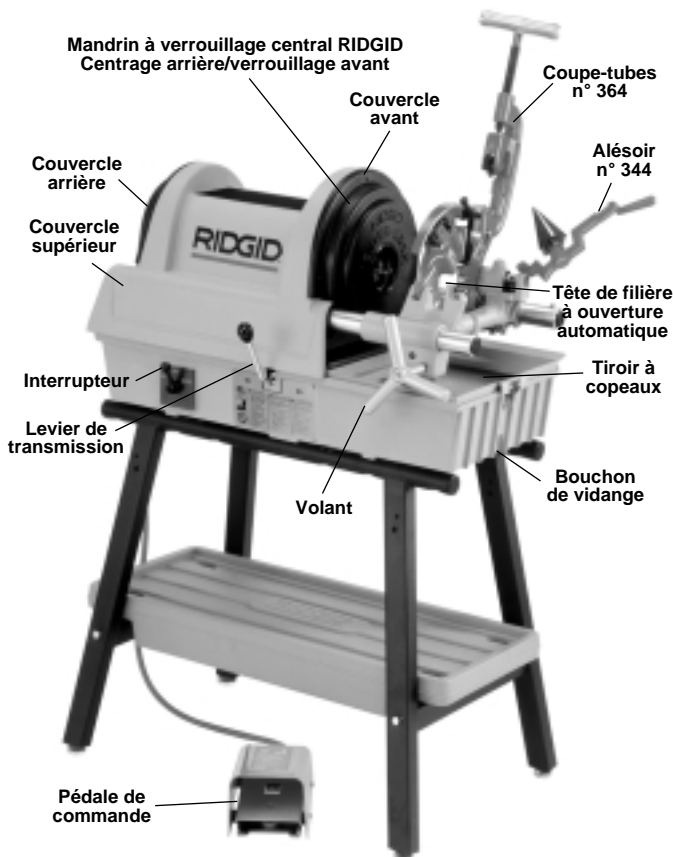

Figure 7 – Machine à fileter 1822-I
1. Assurez-vous que la machine à fileter est débranchée et que son interrupteur est en position OFF (arrêt) (*Figure 7*).
4. Assurez-vous de la présence de la pédale de commande et de sa connexion à la machine à fileter (*Figure 7*).